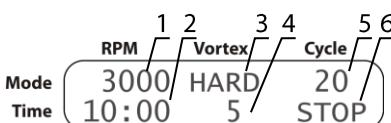

Рисунок 4. СМС-алгоритм
5.3.6.1 **СМС-алгоритм.** Установите скорость (рис. 4/1) и время (рис. 4/2) центрифугирования. Установите интенсивность (рис. 4/3) и время (рис. 4/4), вортексирования. Установите количество циклов СМС-алгоритма (рис. 4/5).
5.3.8. После завершения установленного числа циклов, прибор останавливается, дисплей показывает мигающую индикацию STOP (рис. 4/6), сопровождающую звуковым сигналом. Нажмите кнопку **Run/Stop** чтобы остановить сигнал. Модель **MSC-6000** разблокирует крышку после остановки ротора. Откройте крышку и извлеките пробирки.